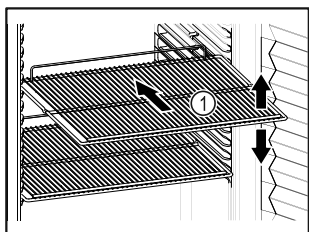

Fig. 62 Voorbeeld
- ☐ Indien de legroosters Fig. 62 (1) verplaatsbaar zijn, deze aan de hoogte aanpassen.